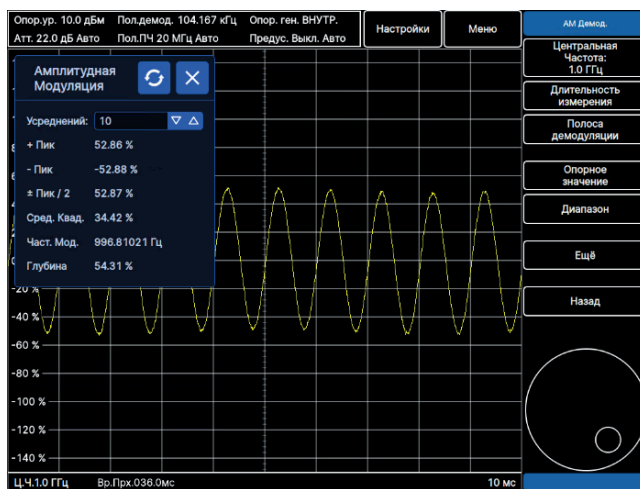

Рис. 38. Основное меню измерения AM сигналов
**AM** – анализ сигналов с амплитудной модуляцией, при использовании данной функции на экране отображается демодулированный сигнал во временной области, а также дополнительное окно с метрикой основных параметров модулированного сигнала, в окне доступно изменение количества усреднений в строке **Усреднений:**, а также перезапуск измерений (пиктограмма с круговыми стрелками в верхней части) и закрытие окна (пиктограмма X) (Рис. 38);